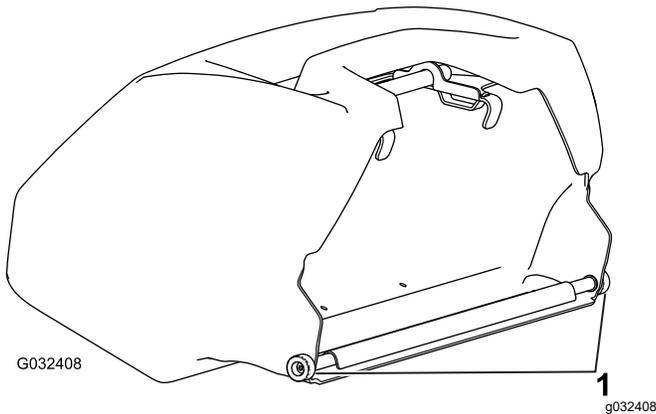

Bild 12
**Wichtig:** Falls Ihnen der Fangkorb herunterfallen sollte, prüfen Sie die Kontaktstellen des Neigungsarms in der Nähe der unteren Lippe am Fangkorb auf Beschädigungen (Bild 12). Biegen Sie sie gerade, bevor Sie den Fangkorb verwenden.